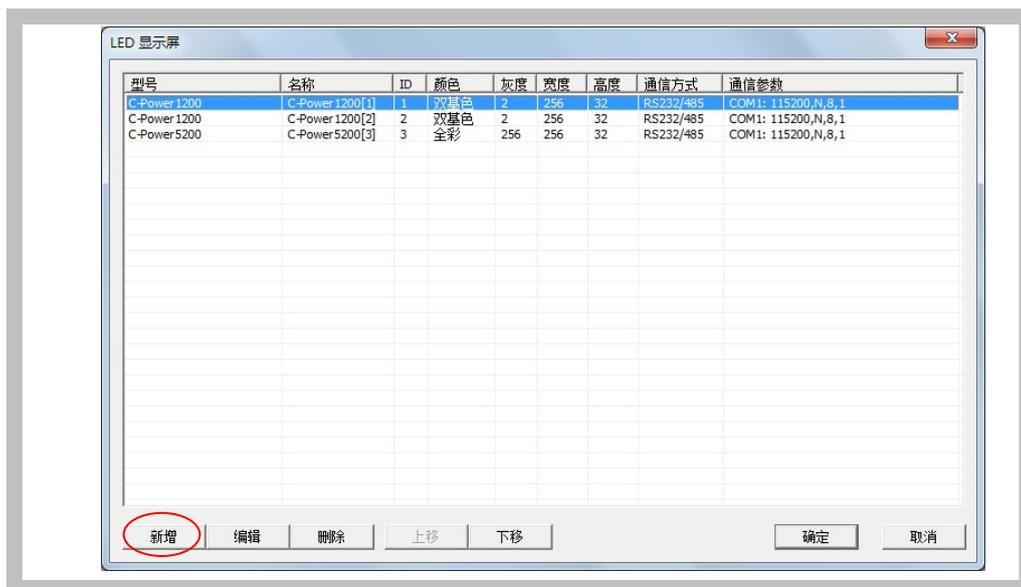

图7 显示屏列表窗口
- 2) 弹出如图7所示的“目前已定义的显示屏列表”窗口中, 点击“新增”按钮。